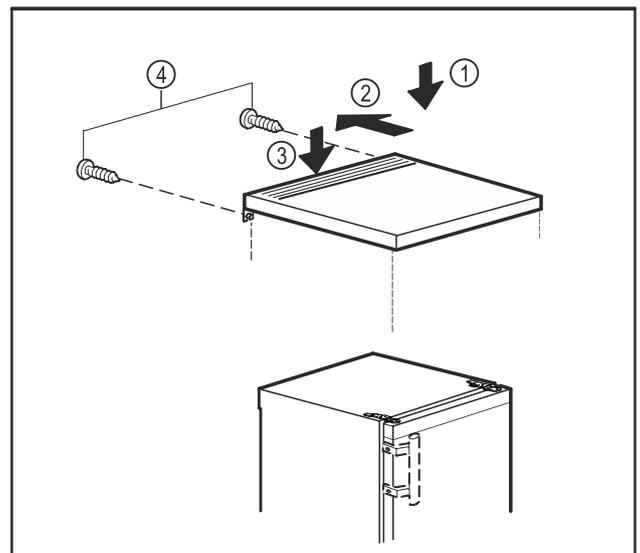

Fig. 11
- ▶ Tischplatte auf das Gerät legen. Fig. 11 (1)
- ▶ Tischplatte nach hinten schieben. Fig. 11 (2)
- ▶ Tischplatte hinten nach unten drücken. Fig. 11 (3)
- ▶ Schrauben an der Rückseite festschrauben. Fig. 11 (4)